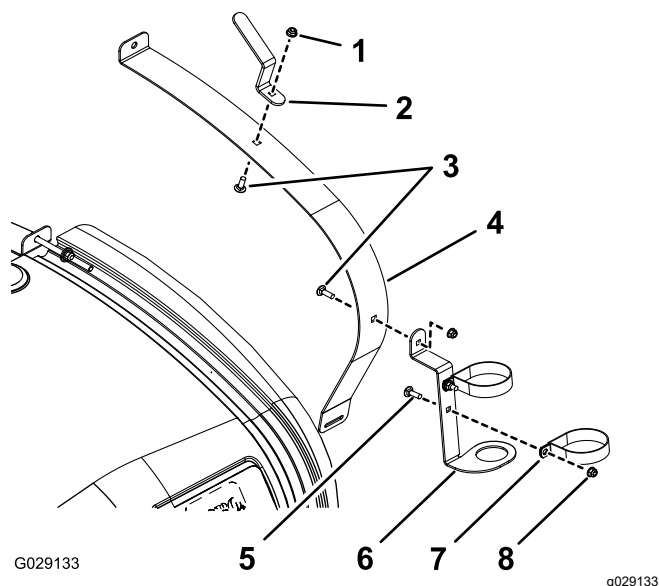

Рисунок 1
- На машинах Multi Pro 1750 и Multi Pro 5800 ослабьте передний правый хомут (Рисунок 1).
2. Установите R-образные хомуты, кронштейн пистолета-распылителя и крюк шланга, как показано на Рисунок 1 или Рисунок 2, используя каретный болт, плоскую шайбу и гайку с фланцевой головкой.